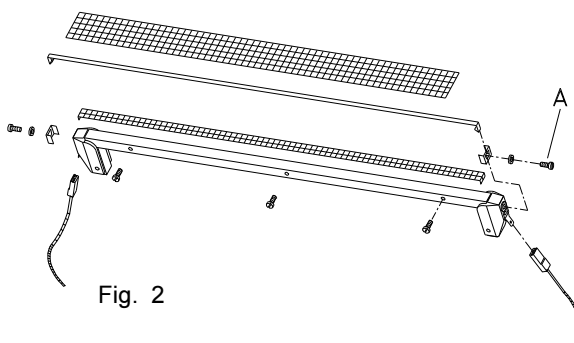

Fig. 2
6. Quando la copertura di PTFE della barra saldante si è usurata o la resistenza si è bruciata, devono essere sostituite. Svitare le quattro viti della barra saldante ed estrarla dalla macchina dopo aver staccato le due prese lamellari all'estremità della stessa. Rimuovere ora il vecchio PTFE e sostituirlo con uno nuovo. Nel caso la resistenza si sia bruciata, toglierla svitando le due viti (fig. 2, A). Controllare in questo caso anche il PTFE adesivo sottoresistenza. Se risulta danneggiato, toglierlo e sostituirlo con uno nuovo, dopo aver pulito la barra saldante. Montare ora la nuova resistenza e fissarla mediante le due viti (fig. 2, A).
6. Quando a cobertura de tela de "PTFE" ou a resistência na barra de soldagem estiverem danificadas deverão ser substituídas. Desaperte os parafusos e retire de soldagem da máquina. Desmonte as duas peças onde liga a resistência desligando a barra de soldagem da máquina. Substitua a tela velha danificada. Se a resistência estiver também inutilizada desaperte os parafusos de fixação e proceda também à sua substituição (Fig. 2, A). Substitua também a tela de "PTFE" adesiva que esta por baixo da resistência, depois de limpar a barra.
ATENÇÃO: A resistência deve ficar bem esticada com os parafusos respectivos (Fig. 2, A) e nunca entrar em contacto com a barra de soldagem. Depois coloque a nova tela de "PTFE" cobrindo a resistência na barra de soldagem já reparada e aperte os parafusos de fixação.
6. Når PTFE'en som ligger over svejsetråden (overPTFE) er brændt (brun) eller svejsetråden er beskadiget skal denne (disse) skiftes. Løsn de 4 skruer på siden af svejsebarren og løsn de 2 ledninger for enden af svejsebarren og fjern så svejsebarren fra maskinen. Fjern den gamle PTFE. Er der behov for at udskifte svejsetråden, så løsn de to skruer (fig. 2, A). Ved udskiftning af svejsetråden bør PTFE'en som ligger under svejsetråden (underPTFE) også udskiftes. Svejsebarren skal rengøres, for at den selvklæbende underPTFE kan limes til svejsebarren. Monter nu den nye svejsetråd og fastgør denne med de to skruer (fig. 2, A)
Lossa de fyra skruvarna på svetsbacken och lyft ut backen från kontakt med svetsbacken. Riv nu loss PTFE-väven och kolla därefter om svetsbandet är bränt. Om så är fallet lossas båda skruvarna (fig. 2, A) och svetsbandet samt det underliggande PTFE-et tas bort och metallbacken rengöres.
Sätt på ny PTFE-väv (undere) och fäst det nya svetsbandet enligt (fig. 2, A).
6. Når PTFE-duken over sveiseelementet blir brent eller slitt og/eller hetebåndet er brent, må det skiftes: De fire skruene i sveiseelementet skrues ut og sveiseelementet kan nå løftes opp. Ledningene i hver ende av sveiseelementet koples fra. Den gamle PTFE-duken fjernes. Dersom hetebåndet er brent, fjernes denne ved å skru løs de to festeskrueene (fig. 2, A). Ta deretter bort PTFE-duken som ligger under hetebåndet. Rengjør sveisebakken og kleb ny PTFEduk under hetebånd. Nytt hetebånd skrues fast (fig. 2, A).